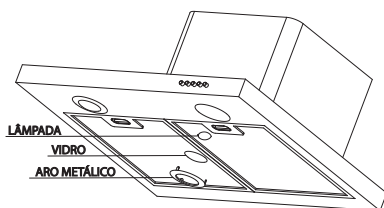
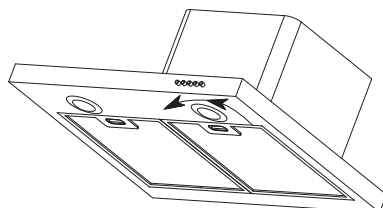

Fig. 31
Fig. 32
- Com o auxílio de uma chave de fenda retire o aro metálico e a lente de vidro [modelos Dritta, Prisma e Vetro] em seguida retire a lâmpada do soquete [Fig.31] e para o modelo Vetro Wall Flat girar o aro metálico no sentido anti-horário [Fig.32].